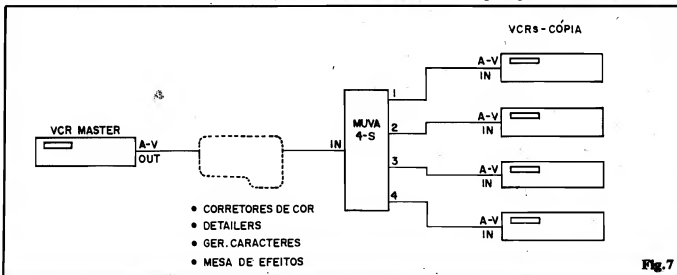

Fig. 7
- FIG. 7 - O AJUSTE - A UTILIZAÇÃO BÁSICA - Um ajuste pode ser feito "ao vivo", de maneira bastante precisa... Basta ligar os terminais de Vídeo-Áudio Out de um VCR, através da cabeçagem apropriada, às Entradas de A-V do MUVA-4S e monitorar pelo menos uma das 4 Saídas do aparelho... Essa monitoração tanto pode ser feita de modo direto, no caso de se dispor de um TV com entradas de A/V (vídeo composto), ou através de um segundo VCR, com seus jaques de Entrada de Áudio e Vídeo ligados - por exemplo - à Saída 1 do MUVA-4S, e com um TV comum conectado (via eventual "casador" de
dio... Na fig. 7 temos o diagrama básico para utilização do MUYA-4S em cópia múltipla simultânea, usando-se 4 VCRs na função record (e, obviamente, um na função play). Se, eventualmente, a ilha de edição do Leitor incluir corretores de cor, amplificadores de vídeo (detalhadores), geradores de caracteres ou mesa de efeitos, tais elementos deverão ser colocados, no percurso de sinal, entre o vídeo "master" (VCR play) e a Entrada do MUYA-4S, de modo que todas as cópias se valham das funções de tais periféricos...